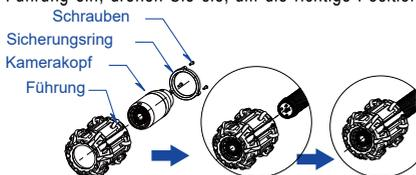

Abbildung 13 - Führungskugel
- 1) Montieren Sie die Führungskugel gem. Abbildung 13.
DVR-Symbole (Abb. 13)